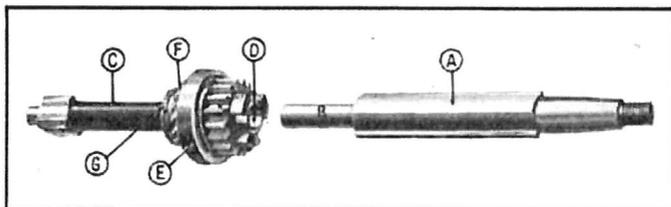

Fig. 150. — A - Arbre primaire.
- 18—Rectifier la portée (B) de l'arbre primaire (fig. 150).
- 22—Aléser la bague neuve du pignon à griffes au diamètre de la portée (B) (fig. 150) de l'arbre primaire rectifié, creuser une gorge circulaire pour l'huile en regard des trous de graissage, ainsi que les deux rainures longitudinales venant déboucher à l'extérieur de la bague.